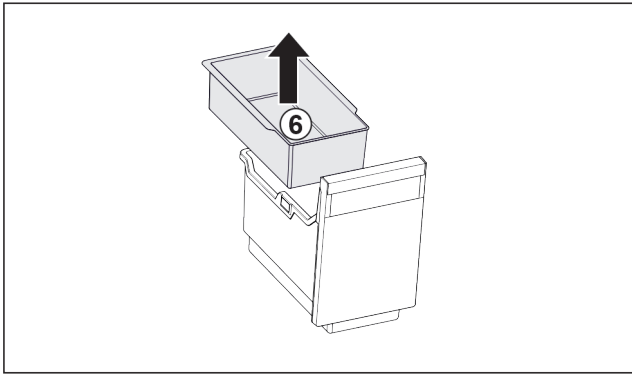

Fig. 23
- ▶ Inhangschaal Fig. 23 (6) verwijderen.